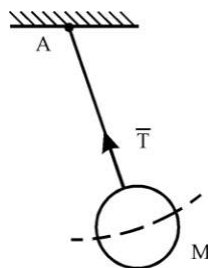

Рис. 1.13
**Нить (канат, цепь, ремень, трос).** Связь, осуществленная в виде гибкой нерастяжимой нити (рис. 1.13), не дает телу  $M$  удаляться от точки подвеса нити по направлению  $AM$ . Поэтому